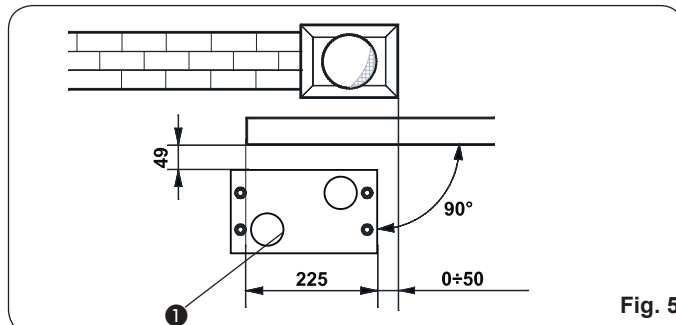
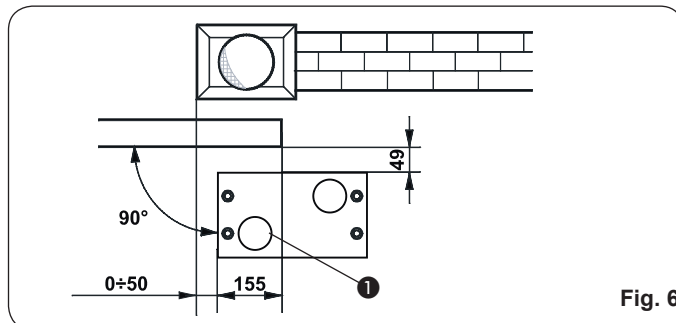

Fig. 5
Fig. 6
2. A placa de fundação deve ser posicionada como na Fig. 5 (fechamento direito) ou Fig. 6 (fechamento esquerdo) para garantir o correto encaixe entre o pinhão e a cremalheira.